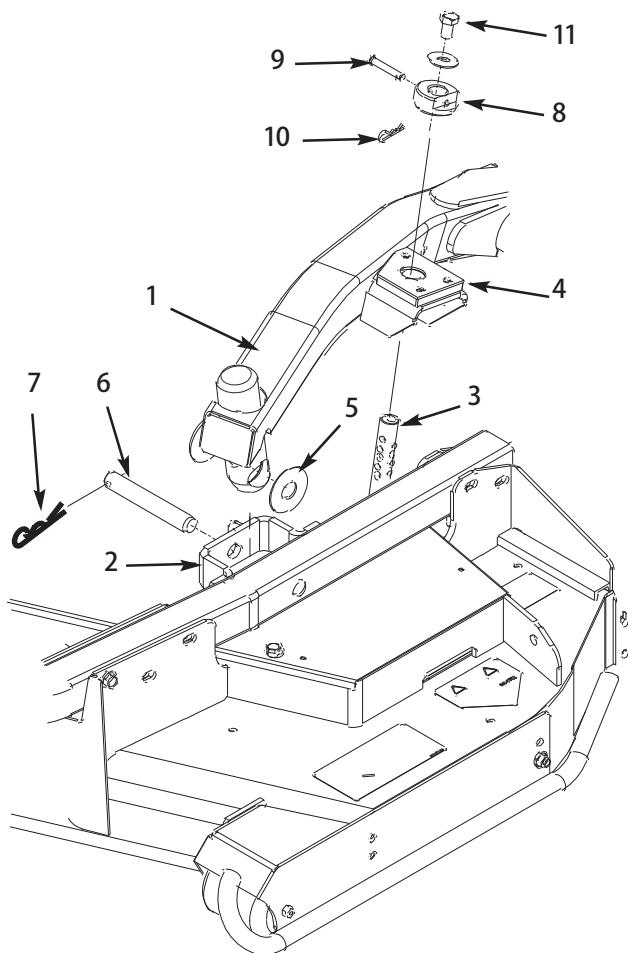

図3
2. 昇降レバーをフロート位置とする。昇降アームを押し下げて、昇降アームについている穴とキャスター・アーム・ブラケットについている穴を整列させ、昇降アームのパッドに刈高ロッドを挿入できるようにする(図3)。
3. スラスト・ワッシャ2枚、クレビス・ピン、ヘアピン・コッターを使って、昇降アームをキャスター・アームに固定する。スラスト・ワッシャは昇降アームとキャスター・アーム・ブラケットの間にに入る(図3)。コッター・ピンを、キャスター・アーム・タブのスロットに差し込んで固定する。
7. 刈高ロッドに刈高カラーを取り付け、クレビス・ピンとヘアピン・コッターで固定する(図3)。できれば、クレビス・ピンの頭をデッキの前に向けておく。
8. 各刈高ロッドの上部に $1/2 \times 3/4"$ キャップスクリュとワッシャを取り付ける(図3)。